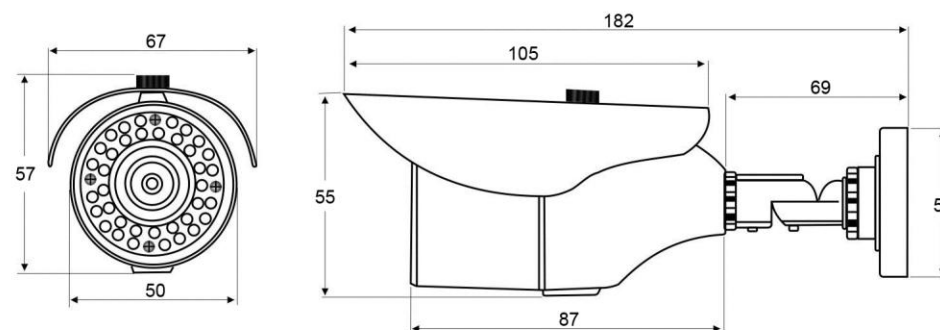

Рис. 1. Установочные размеры
4.1. Установочные размеры камеры приведены на рис.1.